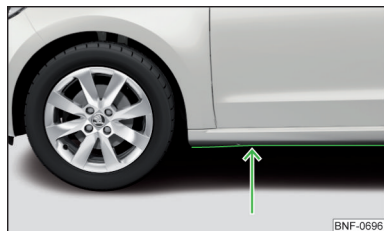

Fig. 124
- Antes de atravessar poças de água verifique a sua profundidade. O nível da água não deve ultrapassar o bordo inferior da parte inferior da embaleadeira » Fig. 124.